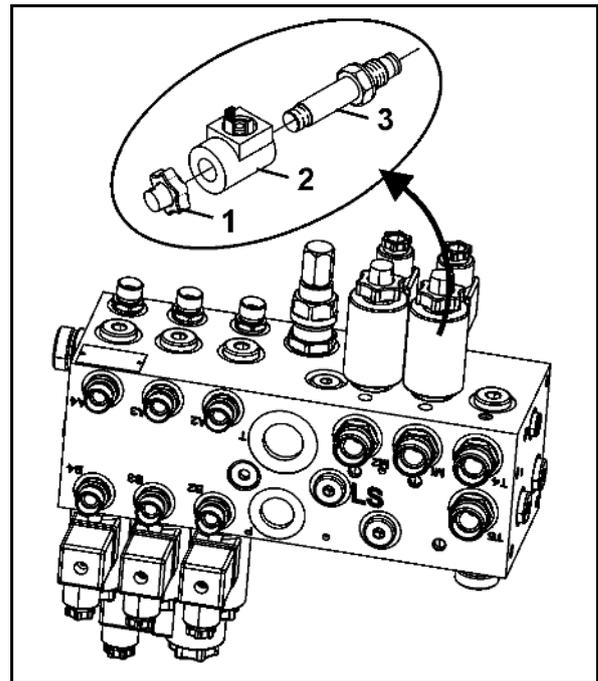

Fig. 57
2. Magnetkappe (Fig. 57/1) abschrauben.
3. Magnetspule (Fig. 57/2) abnehmen.
4. Ventilstange (Fig. 57/3) mit Ventilsitzen herausdrehen und mit Druckluft oder Hydrauliköl säubern.